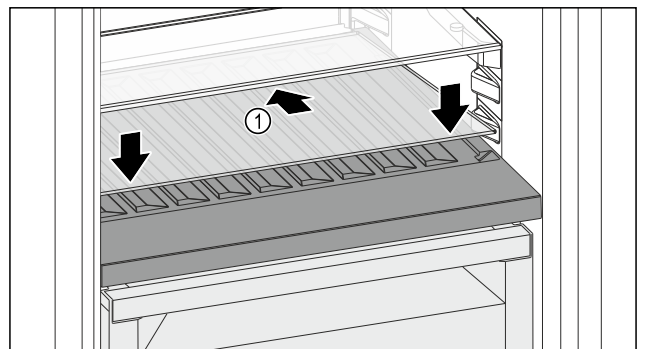

Fig. 112
- Posizionare il ripiano di vetro Fig. 112 (1) inclinato indietro e verso il basso.
- Abbassare la parte anteriore del ripiano di vetro Fig. 112 (1).